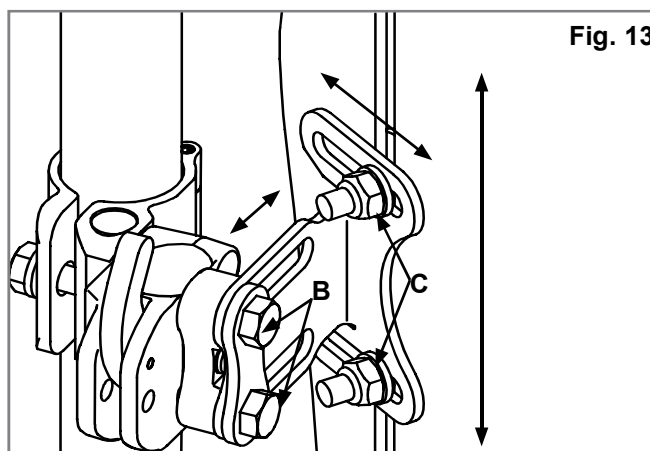

Fig. 13
- Regolare lo schienale alla posizione, (Fig. 13), profondità, inclinazione e altezza desiderate e stringere a mano le viti (B) e i dadi (C).